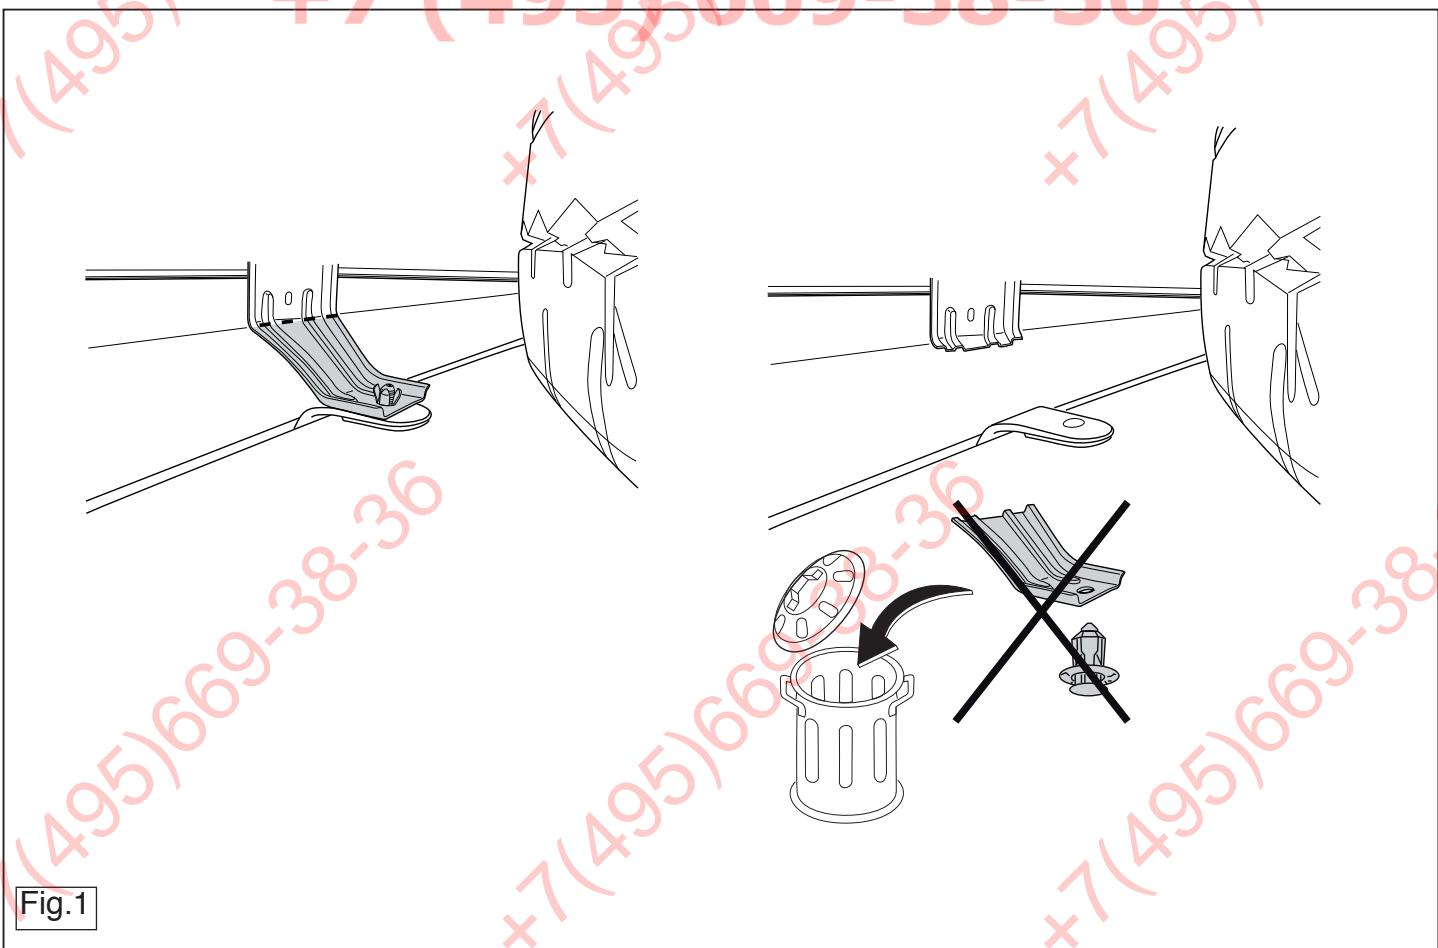

Fig.1
- 5. Saw out the indicated section in accordance with figure 1.
5. Gemäß Abb. 1 das angegebene Teil herausschneiden.